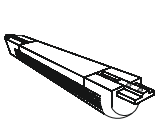

Рисунок 1
4.1 Светильник устанавливается: на стене, потолке, под навесными поверхностями (полками, выступами), в открытых шкафах, полках и витринах. Фиксация светильника на монтажной поверхности производится элементами крепления, вставленными в Т-образные пазы в торцах светильника (рисунок 1).